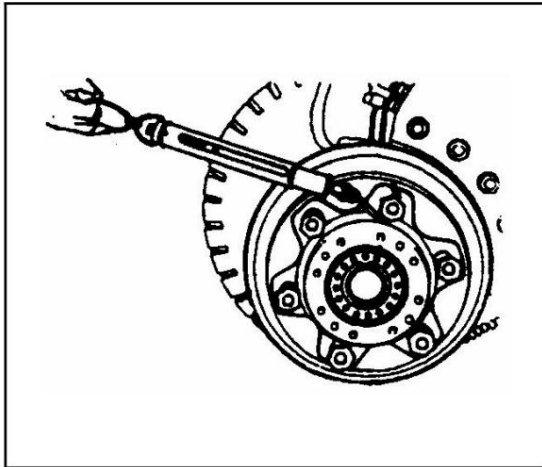

Figura 5-6
- 7) Gire la parte delantera y trasera de la rueda 2 o 3 vueltas respectivamente para comprobar si la tensión de arranque cumple con el estándar; fuerza de arranque: 10 N ~ 29 N. (Véase la figura 5-6).